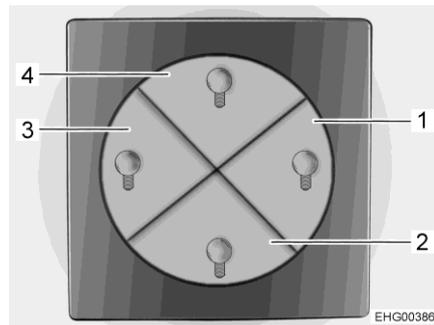

Bild 74 Schalter für Lichtsteuerung
- Hauptlicht Wohnraum (Deckenbeleuchtung) (Tastfeld 4 in Bild 74)
- Ambientebeleuchtung Wohnraum (indirekte Beleuchtung durch seitliche LED-Streifen) (Tastfeld 2 in Bild 74)
- Hauptlicht Schlafraum (Deckenbeleuchtung) (Tastfeld 3 in Bild 74)
- Ambientebeleuchtung Schlafraum (indirekte Beleuchtung durch seitliche LED-Streifen) (Tastfeld 1 in Bild 74)